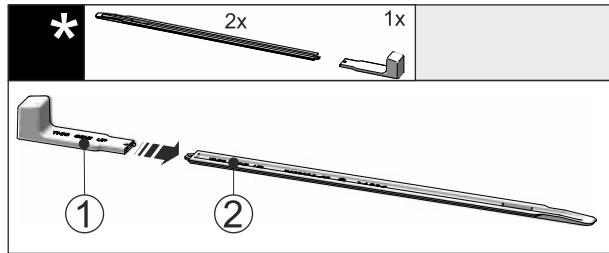

Fig. 48
- ▶ Вставте монтажну ручку Fig. 48 (1) на вирівнювальну рейку Fig. 48 (2).